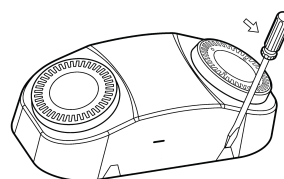

Fig. 1
1. Use un destornillador de pala para insertarlo en las dos ranuras y apalanque para retirar la cubierta frontal de la placa posterior (ver Fig. 1).